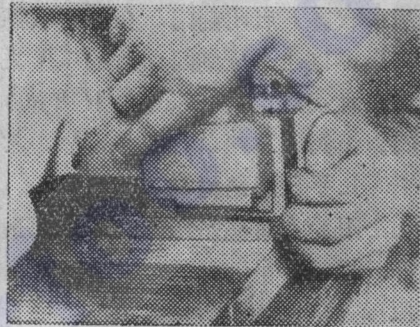

图 3
(4) 操作注意事项 如图 3，云母槽修刮最忌损伤换向器表面，故在操作时要特别小心。使用时支承限位板下端卡入退刀槽，使锯条下端对准云母槽，起动后，缓慢将锯条推入，用力不要太大，锯割深度达到要求为止。